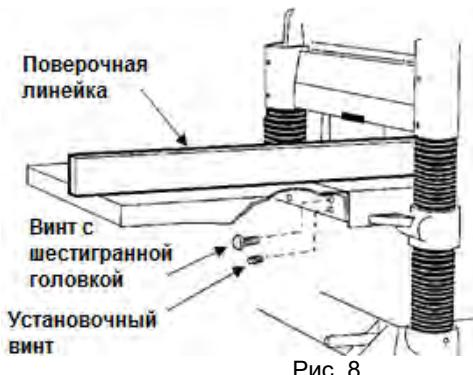

Рис. 8
- Установите чугунное удлинение стола на краю основного стола с помощью винтов с шестигранной головкой М8 x 25 (см. Рис. 8), используя 12 мм гаечный ключ. Не затягивайте винты полностью.